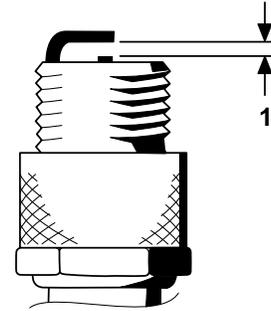

Figura 31
4. Ajuste la distancia entre los electrodos central y lateral a 0,76 mm, tal y como se muestra en la Figura 31).